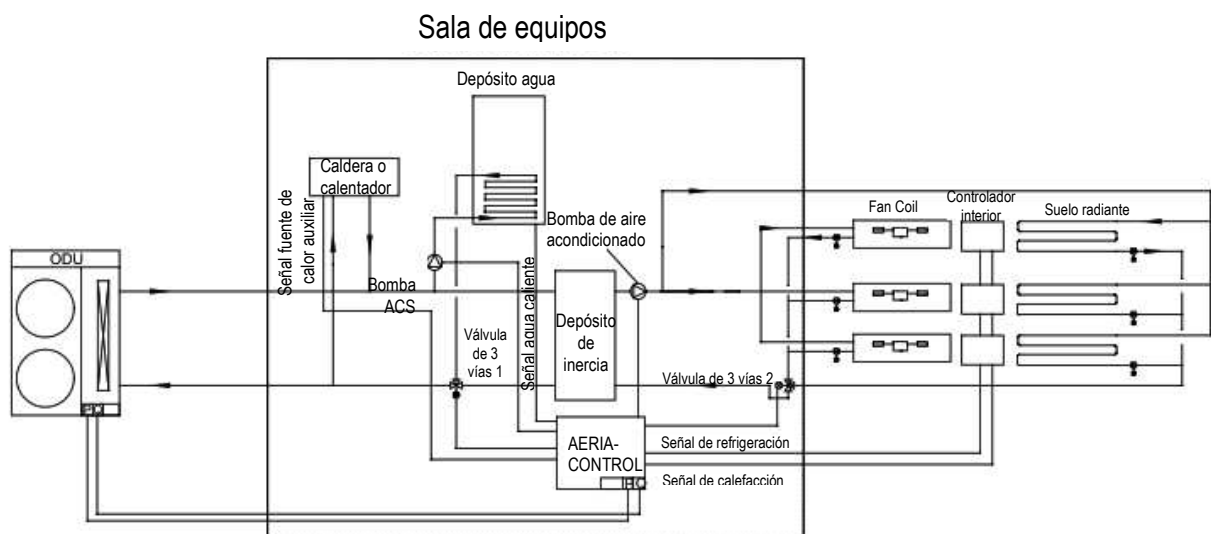

Figura 4. ACS controlada por el controlador del usuario.
- El usuario ajusta el encendido/ apagado a CN22, y el switch BM1-1 del PCB de la máquina exterior se configurará en Encendido (ON) (Figura.4).